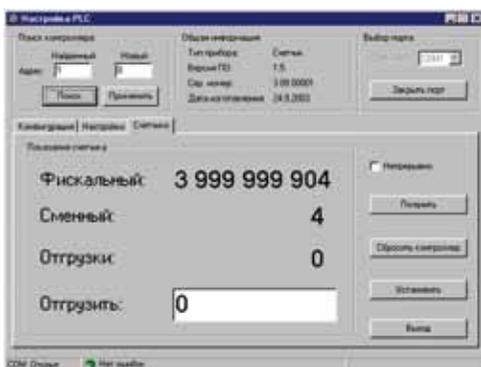

Рисунок 7. Страница «Счётчики»
7.8 На странице «Счётчики» расположены значения внутренних счётчиков: постоянного (фискального), сменного, отгрузки рисунок 7.